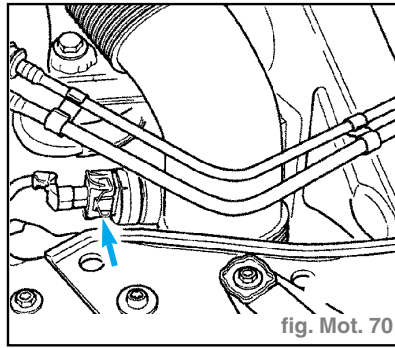

fig. Mot. 70
- Débrancher la fiche du transmetteur (flèche) (fig. Mot. 70).